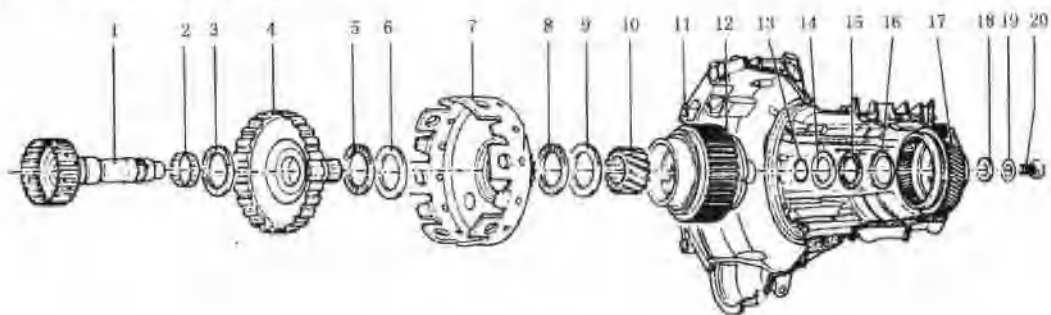
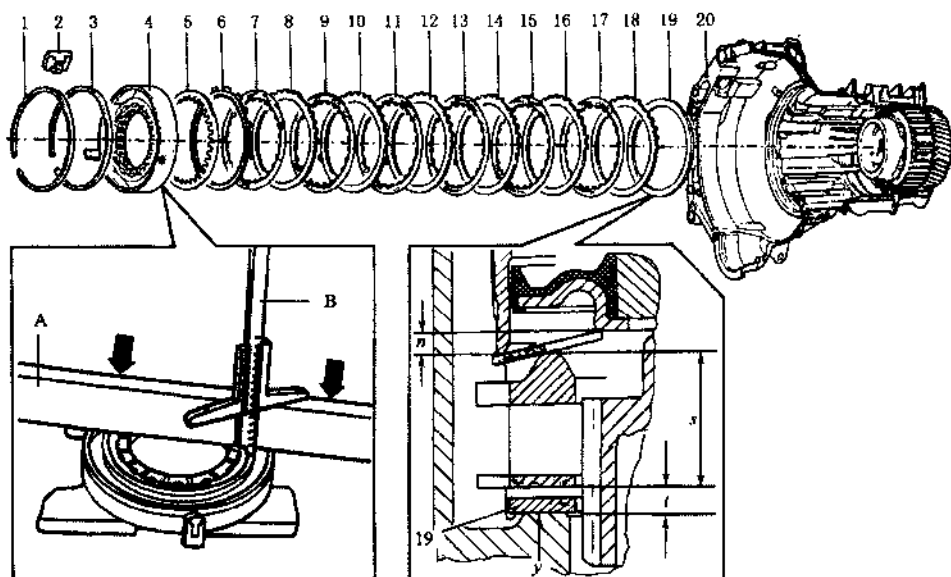

图4.55 行星齿轮机构（一）
图 4.58 倒挡制动器 B1
轴1处的盖板。如图4.55所示。
④ 拆下小传动轴螺栓 20、垫圈 19、调整垫片 18 (行星齿轮架 12 和推力滚针轴承 15 留在原处), 抽出小传动轴 1、大传动轴 4 和大太阳齿轮 7, 如图 4.55 所示。
⑤ 拆下速度传感器 G38 和支承管卡环, 拔出导流块 2; 拆下卡环取出活塞自由轮 4。如图 4.58 所示。
⑥ 取出小太阳齿轮 10、垫圈 9 和推力滚针轴承 8; 取出行星齿轮架 12 和弹簧垫片, 如图 4.55 所示。
⑦ 拆下倒挡制动器 B1 的外摩擦片 7、9、11、13、15、17, 如图 4.58 所示; 拆下推力滚针轴承 5 和垫圈 6; 输入齿轮不用拆卸, 如图 4.55 所示。
(1) 推力滚针轴承垫圈 14 的光滑面朝向输入齿轮 17, 如图 4.55 所示。
(2) 压力板 6 光滑面朝向外摩擦片 7; 碟形垫圈 5 的凸面朝向活塞自由轮 4; 自由轮的卡环开口与定位键吻合; 导流块 2 装入 ATF 通气孔槽内。如图 4.58 所示。